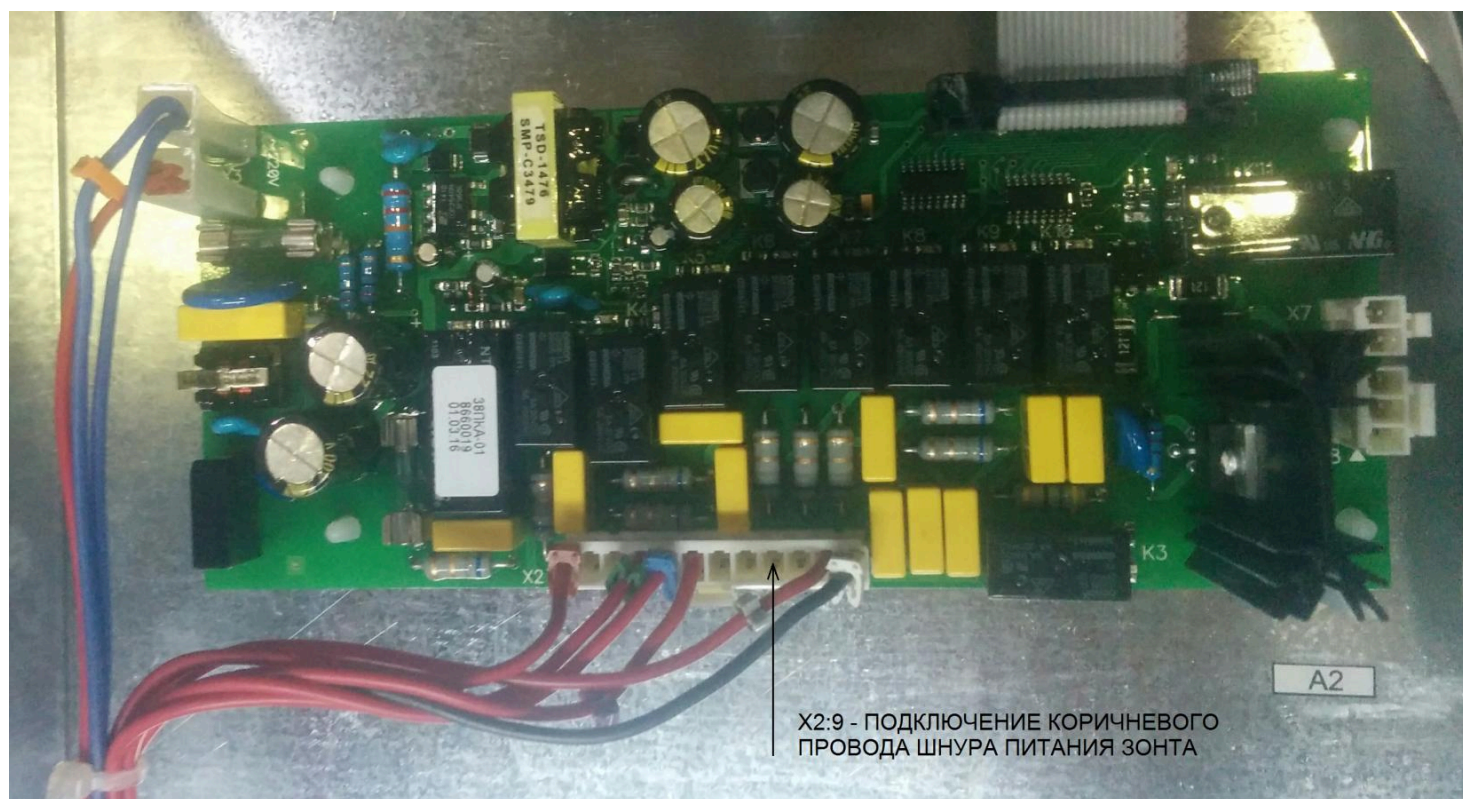
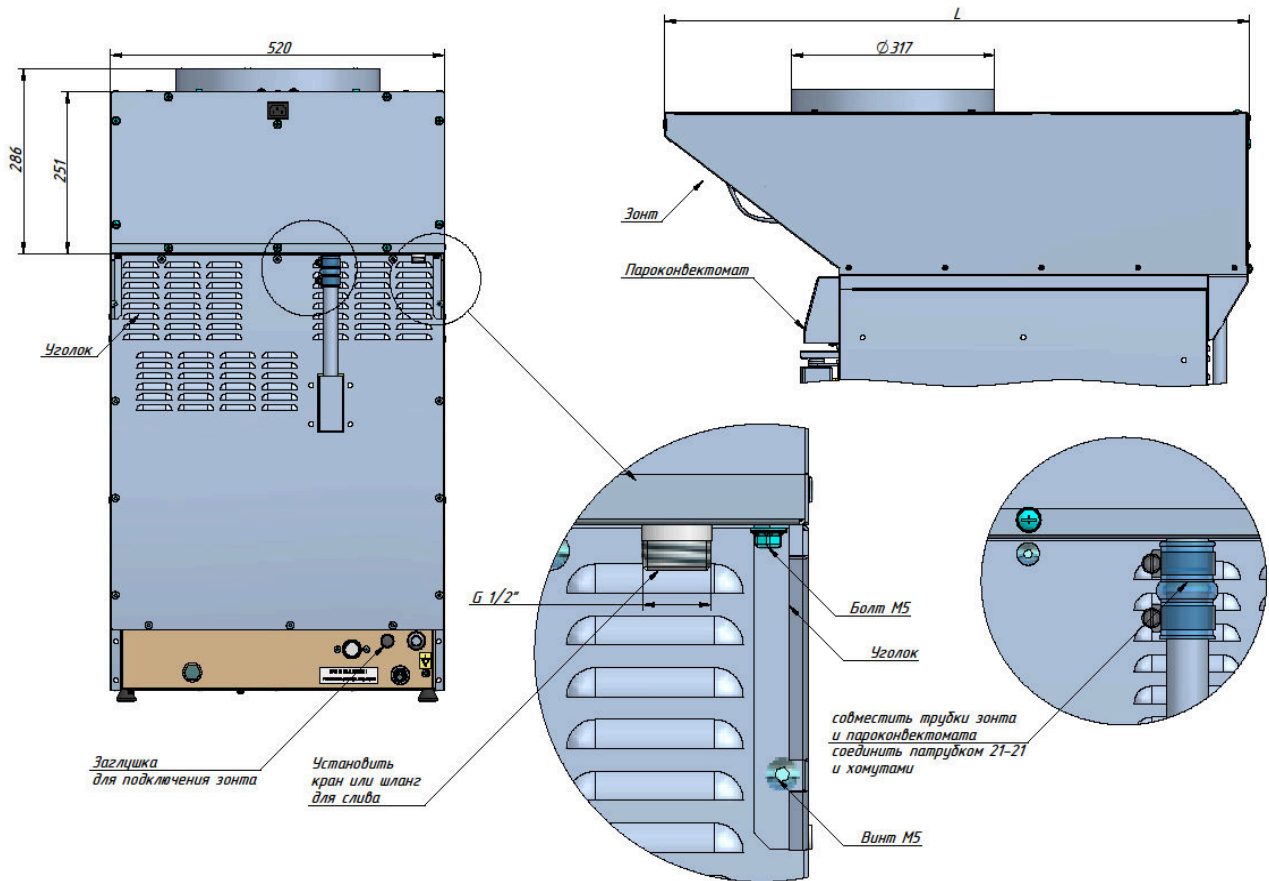

Рис. 1 Подключение к блоку управления контроллера
Рис.2 Установка зонтов ЗВВ-600 и ЗВВ-700 на пароконвектомат
- коричневый провод шнура питания (L) подключить к разъему X2:9 блока управления контроллера (рис. 1);
- синий провод шнура питания (N) подключить к автоматическому выключателю QF2:2;
- установить зонт ЗВВ-600 и ЗВВ-700 на пароконвектомат ПКА6-1/2П и ПКА6-1/3П: необходимо совместить трубку вывода пара из камеры пароконвектомата с трубкой (без резьбы) в ванной зонта и соединить патрубком и двумя хомутами (рис.2);